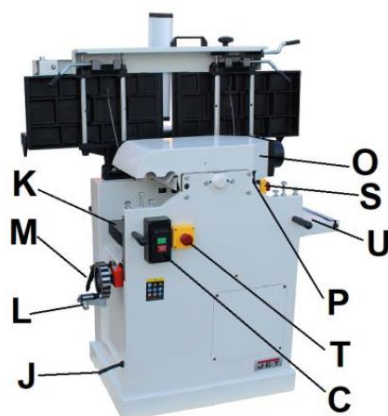

Fig. 2
- J....Prise secteur (non représentée) (Fig. 2)
Les 4 poignées de transport (R, Fig. 2) sont uniquement destinées à décharger la machine de la palette lors du déballage.
L'alimentation électrique peut être enclenchée et désenclenchée avec la poignée (L, Fig. 2).